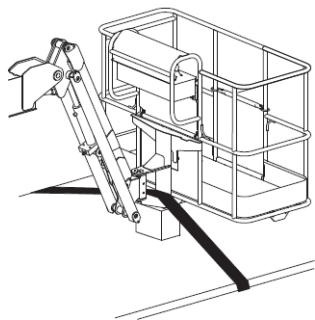

Figure 10-4 Schéma de fixation de la plateforme
- 7) Placez un bloc sous le rotor de la plateforme, en veillant à ce que le bloc n'entre pas en contact avec le vérin de la plateforme. Faites passer la sangle en nylon à travers le support de la plateforme pour sécuriser la plateforme. N'appliquez pas de force excessive lors de la fixation des composants de la flèche, comme le montre la figure 10-4.